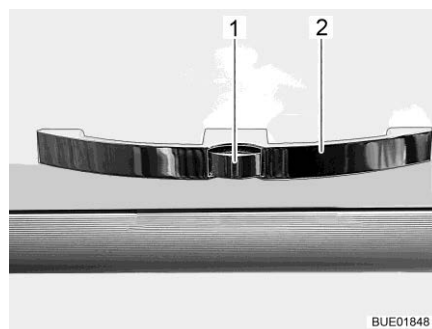

Fig. 66 Sportello del mobile con maniglia (esempio)
- Premere il bottone di sbloccaggio (Fig. 66,1) della maniglia (Fig. 66,2) e mantenerlo premuto.